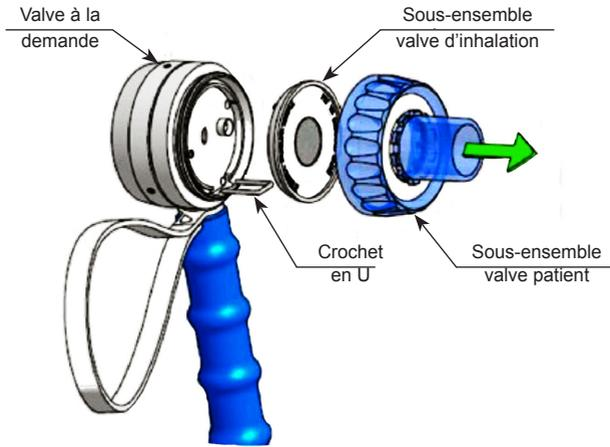

Fig. 3: Composants de la valve à la demande
2. Retirez le sous ensemble valve patient et le disque d'inhalation. Voir fig. 3 ci-dessus
3. Soulevez et retirez le crochet en U avec un petit tournevis plastique. Voir fig. 3 ci-dessus